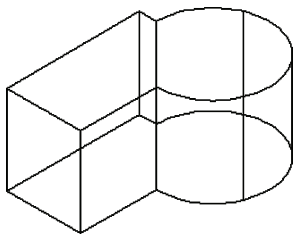

图 14-48 合并结果
- 3** 选择要合并的对象。在本例中选择长方体，接着选择圆柱体，然后按〈Enter〉键，从而将所选的两个实体对象合并为一个实体对象，效果如图 14-48 所示。